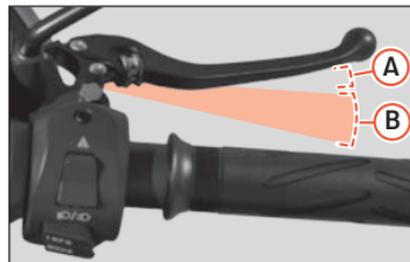

Fig. 19 Levier de frein
- Pendant la première partie du parcours du levier du frein avant (droit) »» Fig. 19 A, le frein régénératif s'active. Ce système freine électroniquement la roue arrière et régénère l'énergie dans la batterie.
- Si vous continuez d'appuyer sur le levier de frein »» Fig. 19 B le frein mécanique de la roue avant s'activera également. Plus la pression augmente, plus la puissance du frein mécanique augmente.